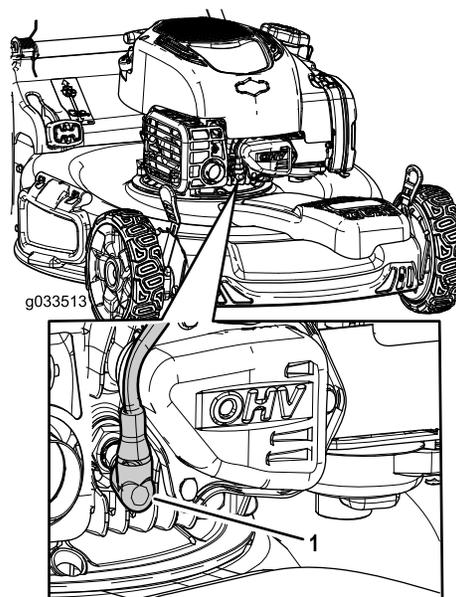

Рисунок 30
2. Отсоедините провод от свечи зажигания (Рисунок 30), прежде чем выполнять любые процедуры технического обслуживания.